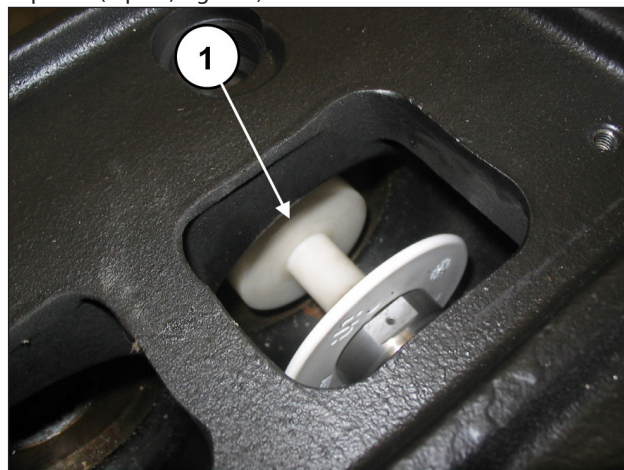

Fig. 123
Tourner manuellement l'arbre de sorte que les 3 pistons se trouvent en position de point mort supérieur. Insérer l'outil tampon réf. 27516600 entre le guide du piston et le piston (rep. ①, Fig. 123).